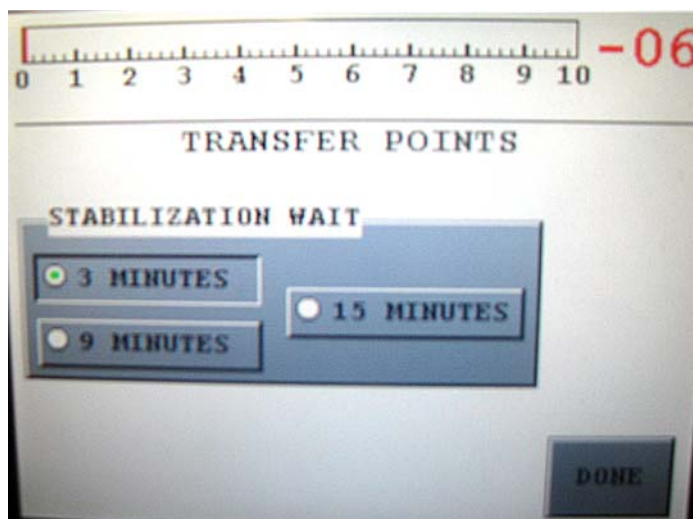

图 2-9 带有稳定性等待计时器的转换点
- 轻触“Menus”屏幕上的 **Transfer Points**。出现“Transfer Points”屏幕（图 2-9）。使用此屏幕设置“稳定化等待”。